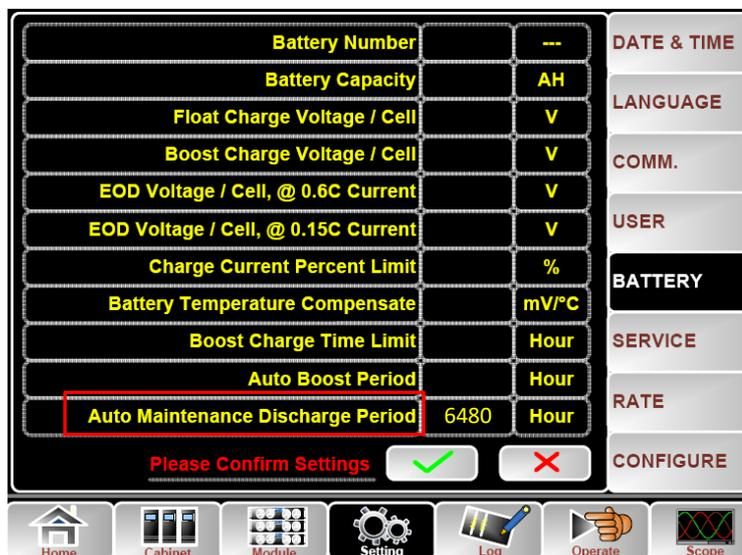

Fig.5-5 Impostazione del periodo di auto-scarica
- (b) Impostazione del periodo di auto-scarica. Accedere alla pagina "BATTERIA" del menu Impostazioni (vedi fig.5-5). Impostare il periodo di tempo in "Periodo di auto-scarica per manutenzione" e confermare.